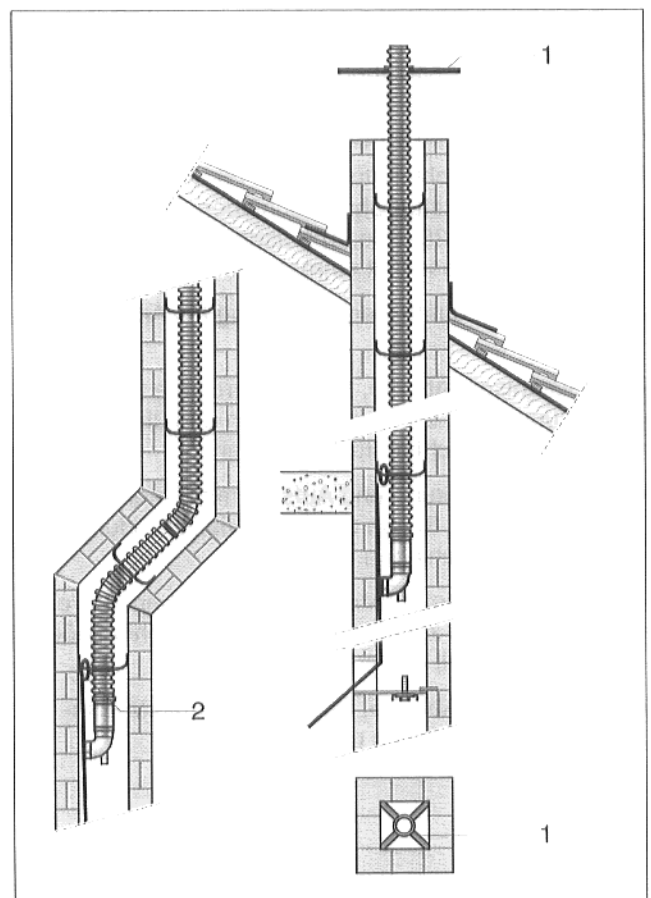

Abb. 23 Rohrmontage
- Abstandshalter aufspreizen (Abb. 23, Pos. 1) und über das ÜB-Flex-Kunststoffrohr schieben. Abstandshalter sollten alle 3 m installiert werden.
- Montageseil am untersten Abstandshalter befestigen (Abb. 23, Pos. 2). Das Montageseil sollte mindestens 3 m länger als die Gesamthöhe des Schornsteines sein.